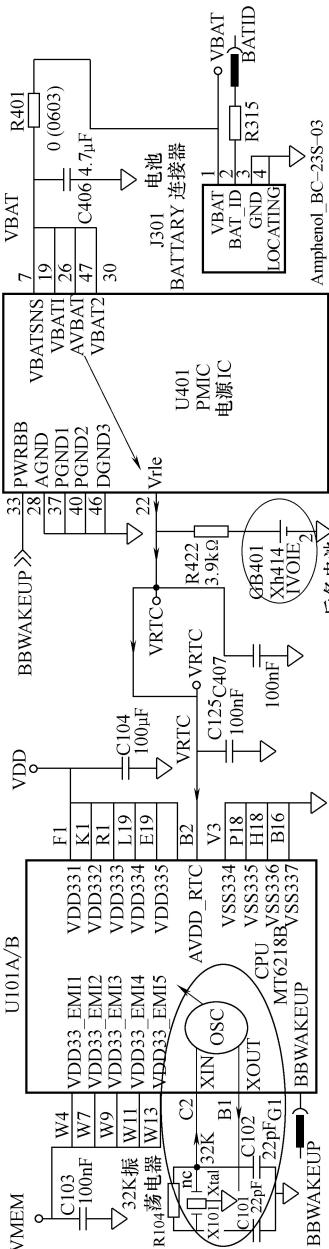

图 4-19 产生实时时钟的电路构成
如图 4-19 所示，为 32.768kHz 与 CPU 内部的 OSC 振荡器一起构成的实时时钟产生电路。
1) 电路中元器件。下面我们将对图 4-19 中重要的电路元器件做一个简要的了解。
2) 32.768kHz 晶体与 CPU 构成的实时时钟电路的工作原理。如图 4-19 所示，该类型的实时时钟电路的工作原理如下。